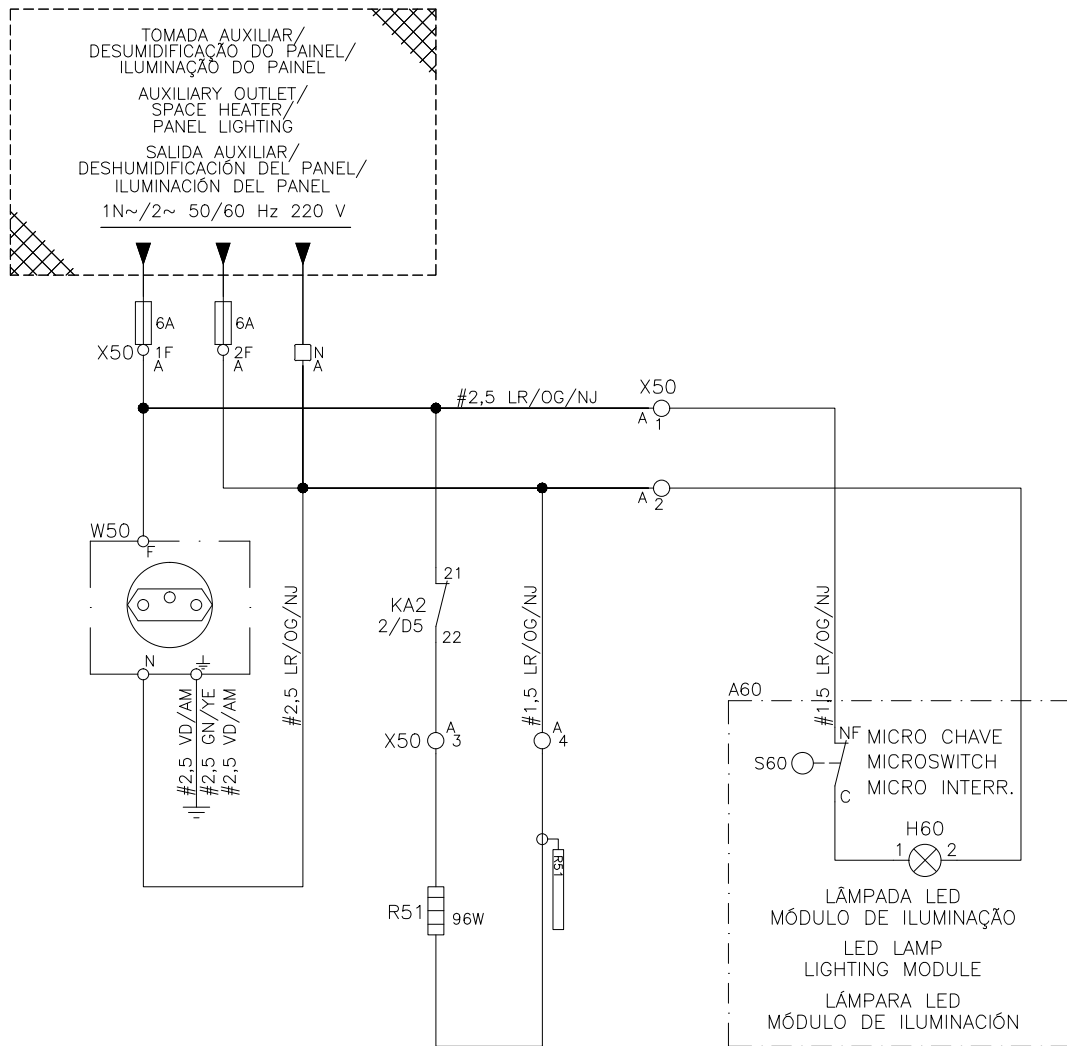

Figura 4.7: Detalle eléctrico del circuito auxiliar
- La conexión del AFW900 a la red eléctrica debe ser hecha de acuerdo con el proyecto (Fase R/S/T) y en la Barra Tierra (puesta a tierra de la estructura) conforme la Figura 4.7 de la página 64. Tamaño A/Tamaño B y C/ Tamaños D y E respectivamente.